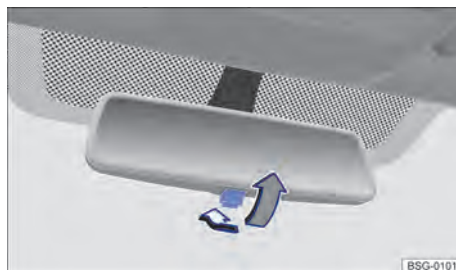

Abb. 99 An der Frontscheibe: Manuell abblendbarer Innenspiegel.
- Zum Abblenden Hebel nach hinten ziehen → Abb. 99.